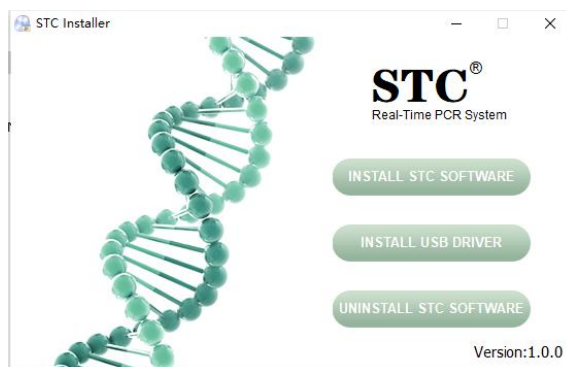

Fig 3-1
- ▶ Introduceți CD-ul de instalare în CD-ROM. Vă rugăm să așteptați un moment, apoi următoarea fereastră va apărea automat (Fig 3-1).